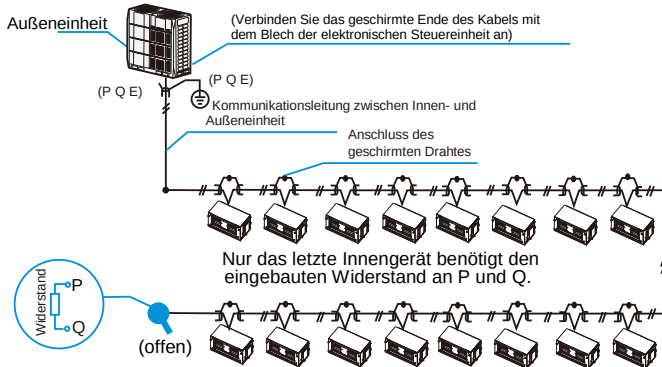

Abbildung 7.6
- Die Kommunikationsverkabelung zwischen Innen- und Außengerät sollte in einer Daisy-Chain vom Außengerät zum endgültigen Innengerät erfolgen, und die abgeschirmte Schicht muss ordnungsgemäß geerdet sein, und das letzte Innengerät muss mit einem eingebauten Widerstand versehen werden, um die Stabilität des Kommunikationssystems zu erhöhen (siehe Abb. 7.6).